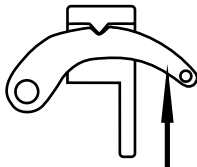

Рис. 1 – Положение переключателя при подъёме груза
1. Следуя всем требованиям безопасности, установите домкрат под груз. Поднимите переключатель в верхнее положение как показано на рис.1 и убедитесь, что он плотно закреплен в этом положении.